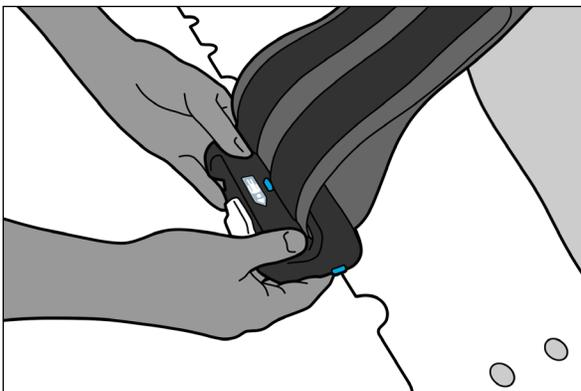

Fig. 10
7. Coloque la otra pinza en el borde opuesto del dispositivo y bloquéela (Fig. 10).